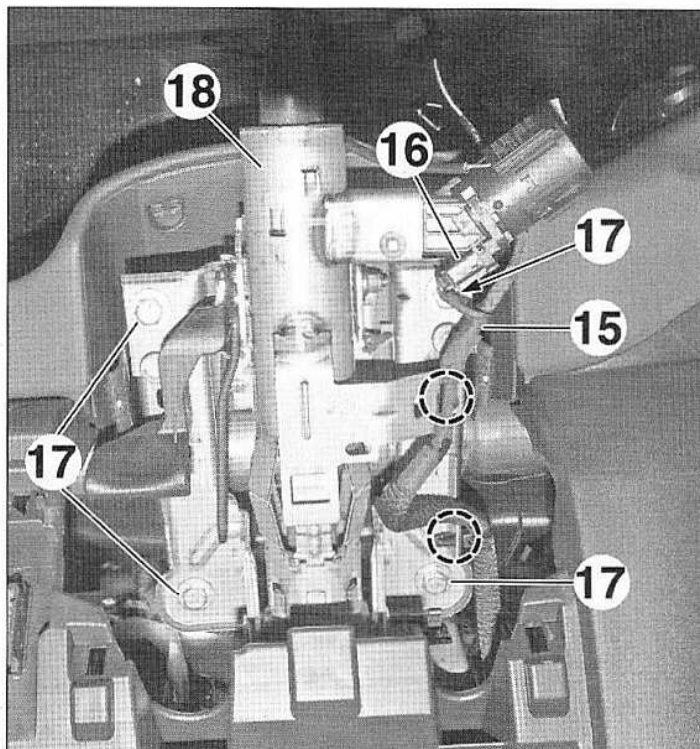

FIG.15
• Dégrafer le faisceau électrique (15) (Fig.15).
• Débrancher le connecteur (16).
- les vis (17),
- la colonne de direction (18).